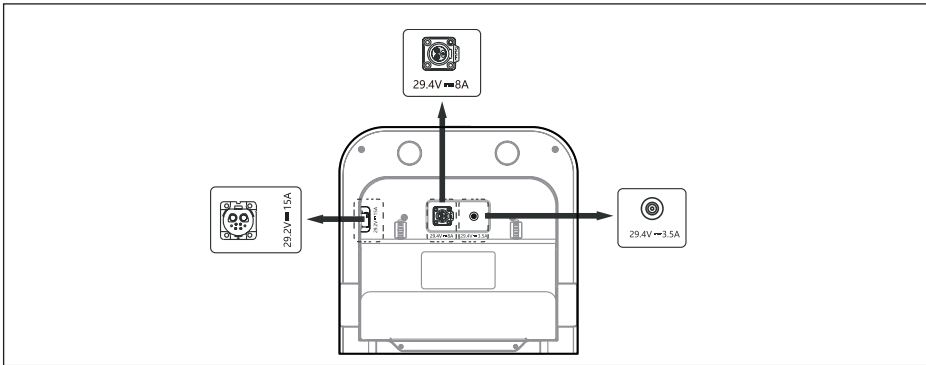

Figure 1
1. Veuillez connecter l'adaptateur secteur de robot à l'interface étiquetée correspondant à son modèle spécifique sur la station de charge (reportez-vous à la Figure 1). Connectez un seul adaptateur à la fois. Ne connectez pas plusieurs adaptateurs simultanément.